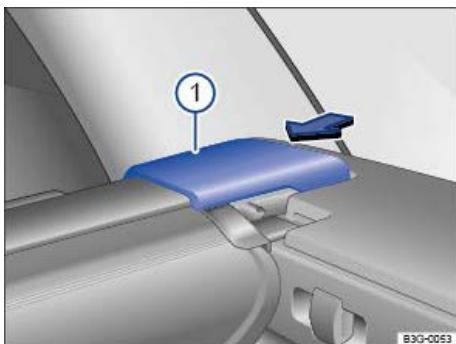

Abb. 125 Im Gepäckraum: Gepäckraumabdeckung ausbauen.
- Endkappe der Gepäckraumabdeckung \Rightarrow Abb. 125 (1) in Pfeilrichtung drücken und gedrückt halten.
- Endkappe der Gepäckraumabdeckung \Rightarrow Abb. 125 (1) loslassen.
- Gepäckraumabdeckung wie dargestellt in die rechte Aufnahme legen \Rightarrow Abb. 125 .